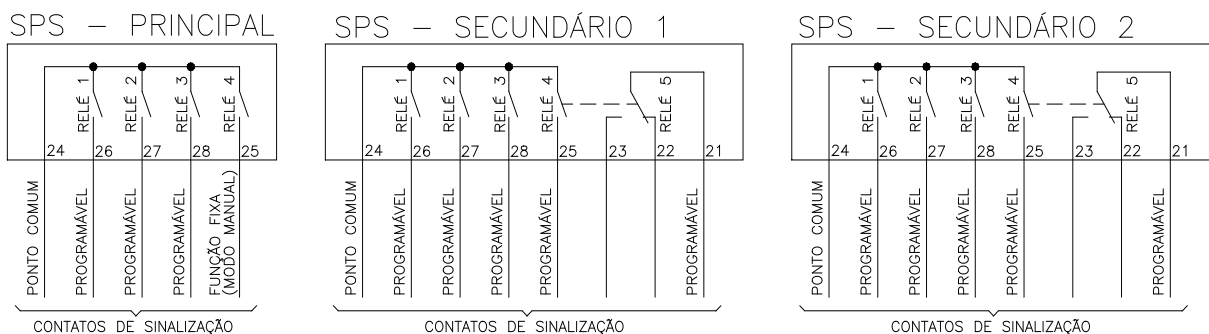

Figura 18 - Contatos de sinalização do SPS com bancos monofásicos
Para o paralelismo de bancos de transformadores monofásicos, é utilizado um SPS para cada fase do banco, totalizando três SPS para cada banco. A distribuição dos contatos de sinalização entre os SPS de um banco está mostrada na Figura 18. Um dos contatos no SPS Principal do banco possui função de sinalização fixa (modo de comando em Manual), operando como normalmente aberto (NA). Os demais têm função programável, note que nos SPS Secundário 1 e Secundário 2 os relés 4 e 5 operam de forma simultânea, de forma que a função selecionada para o relé 4 será reproduzida no relé 5.